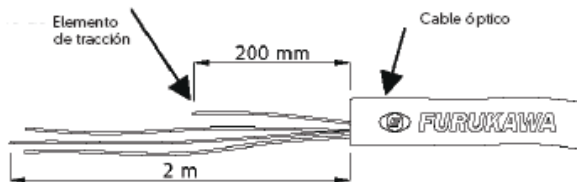

Figura 10. Preparacion del cable
7.3.2 Preparar la extremidad del cable óptico conforme figura 10. Limpiar adecuadamente los tubos loose (tubetes) y cortar o elemento de tracción do cable 200 mm a partir de la capa externa.